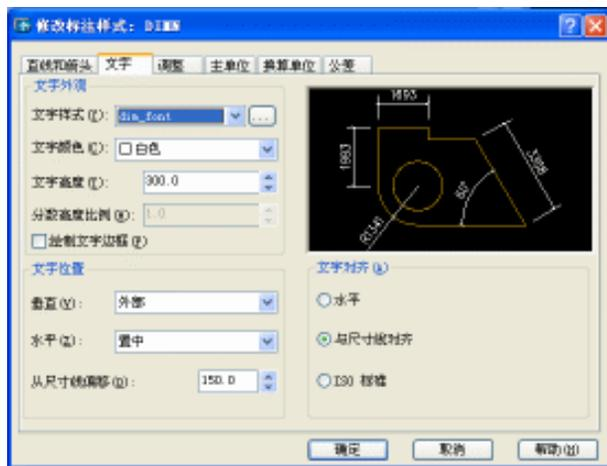
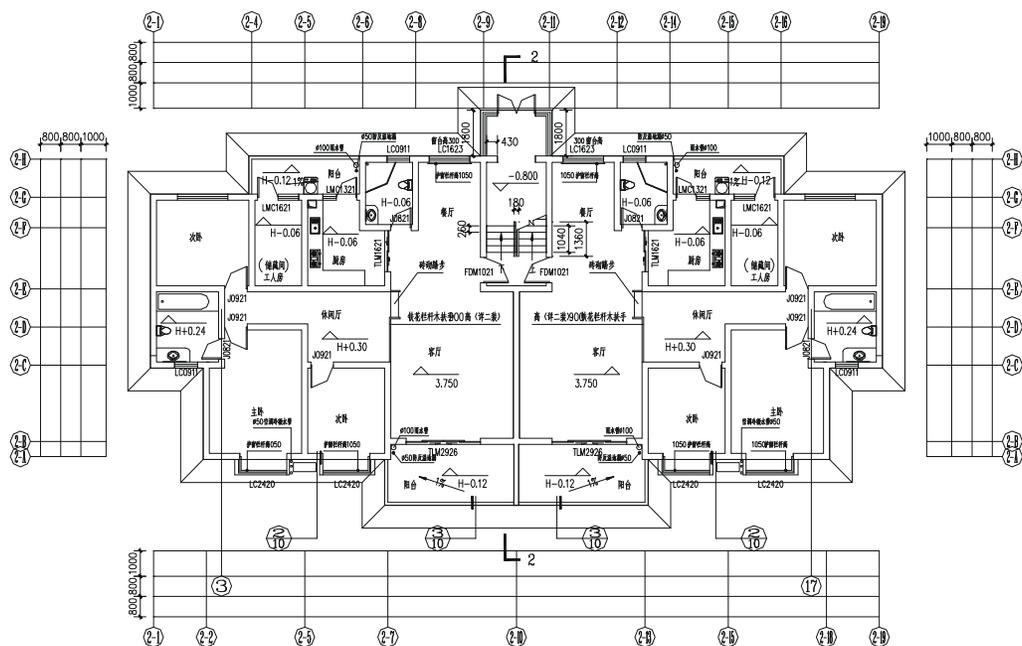

图 11-1-28
图 11-1-29
- STEP 39** 单击如图 11-1-27 所示中“文字”选项按钮，即弹出文字选项对话框，其设置如图 11-1-28 所示。
- STEP 40** 单击如图 11-1-28 所示对话框中的“调整”选项按钮，将其中的调整选项设置为：“文字始终保持在尺寸界线之间”，将文字位置设置为：“尺寸线上方，不加引线”，标注特征比例设置为：“使用全局比例”，值为 1，将调整设置为：“始终在尺寸界线之间绘制尺寸线”。
**STEP 41** 单击如图 11-1-28 所示中“主单位”选项按钮，即弹出主单位选项对话框，其设置如图 11-1-29 所示。